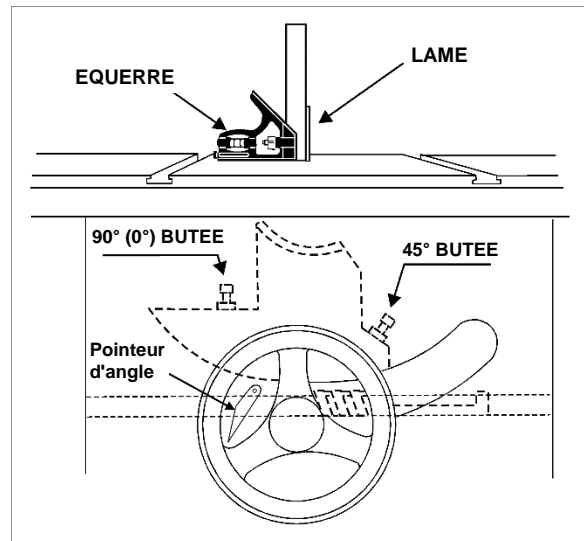

Figure 8-5 : butées de lame
5. Si un réglage est nécessaire, desserrez l'écrou sur la vis de retenue à 90° (figure 8-5) avec une clé de 13 mm et tournez la vis à la bonne hauteur. Vérifiez le réglage et resserrer l'écrou contre le tourillon.
6. Vérifiez la position du pointeur sur l'échelle (Figure 8-5). Si nécessaire, desserrez la vis et ajustez le pointeur sur zéro. Resserrer la vis.
Réglez la butée sur 45° comme indiqué sur la figure 8-5. Confirmez le réglage, puis resserrer l'écrou.